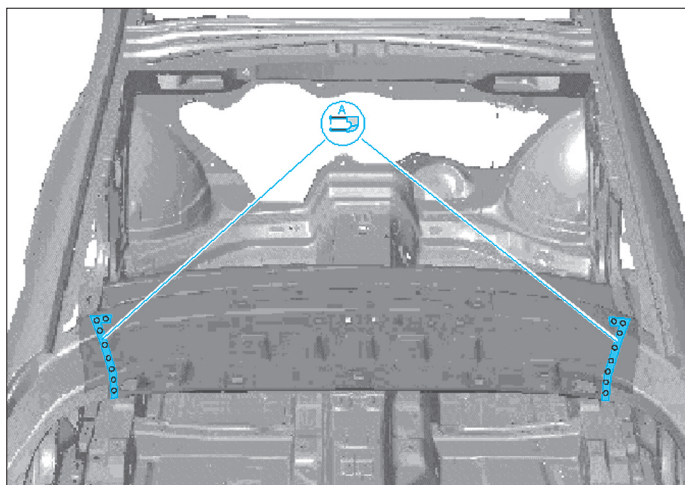

FIG. 54
- Effectuer les soudures correspondantes (Fig.54).